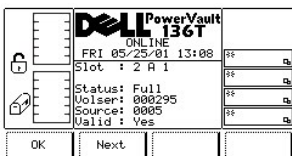

Figure 15. Status > Library > Slot > Dialogue Slot Status
Si OK est sélectionné, le dialogue Slot Status s'affiche. Reportez-vous à la Figure 15. Cet écran affiche les caractéristiques physiques et statistiques de la fente active.
- 1 Si la touche de fonction **Next** est enfoncée, le dialogue Slot Status s'affiche. Reportez-vous à la Figure 15.